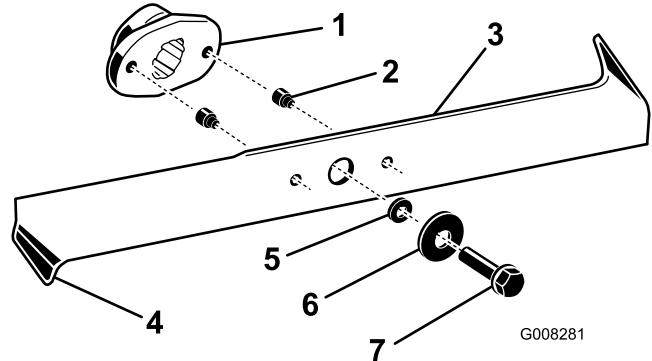

Figura 37
2. Iinspecione as extremidades de corte (Figura 37). Se as extremidades não estiverem afiadas ou estiverem amolgadas, retire e afie as lâminas; consulte Afição das lâminas \(página 33\).
3. Ispécione as lâminas, especialmente as extremidades empenadas (Figura 37). Se verificar qualquer desgaste ou dano nesta área, instale imediatamente lâminas novas.
4. Se as cavilhas de segurança estiverem partidas, substitua-as imediatamente (Figura 37).
3. Retire os parafusos, anilhas e lâminas (Figura 37). Coloque um bloco de madeira entre cada lâmina e o cortador para bloquear a lâmina quando retirar cada parafuso.
1. Instale as lâminas, as anilhas e os parafusos da lâmina (Figura 37).